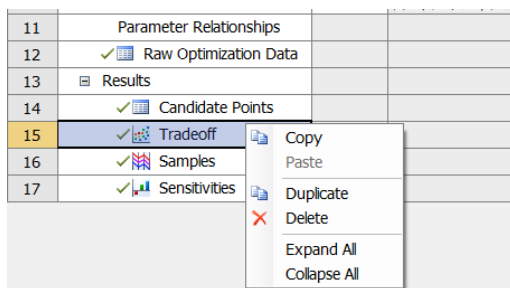

图 26-2 复制/删除图表
- 2) 复制图表。相关操作如图 26-2 所示，通过选择 “Duplicate” 命令实现。
3) 删除图表。相关操作如图 26-2 所示, 通过选择“Delete”命令实现。